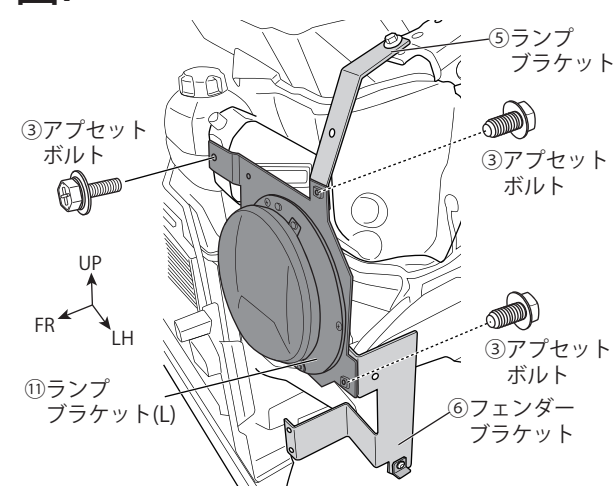

図8 ※左右共通作業 (図はLH)
- 図8を参考に、車両ポジションランプハーネスに⑭変換ハーネスのエレクトロタップを接続します。